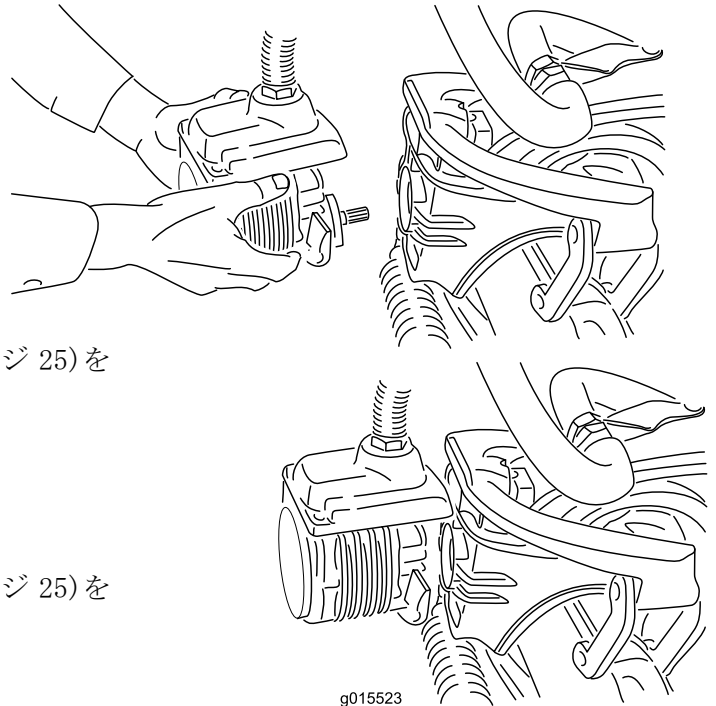

図 40
4. 外したモータは、サスペンション・アームの前部にある一時保管位置にセットしておく(図 40)。